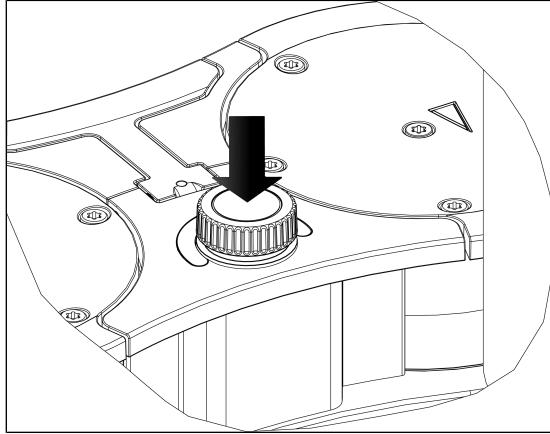

Fig.8: Avvio ed arresto della modalità pompaggio del sistema per vuoto con il pulsante / la manopola
- Avviare la modalità pompaggio del sistema per vuoto premendo il pulsante / la manopola (vedere Fig. 8).